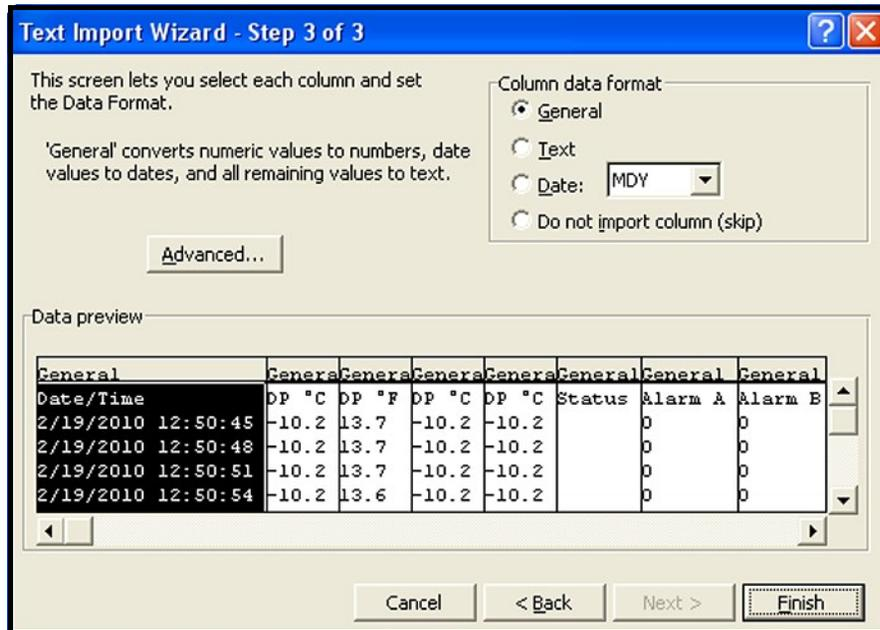

Figura 61: Asistente para importación de Microsoft Excel – Paso 3
3. Seleccione los delimitadores de datos deseados, y haga clic en **Siguiente**. Se abre una ventana similar a la que aparece en la *Figura 61* a continuación.
4. Seleccione cada columna y establezca el formato de datos deseado para esa columna (vea la *Figura 61* a continuación).